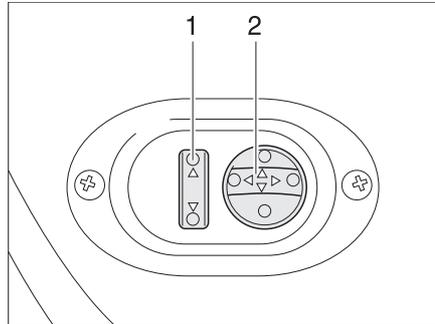

Bild 20 Schalter für elektrisch einstellbare Außenspiegel
- Den Spiegel, der eingestellt werden soll, wählen. Dazu den Kippschalter (Bild 20,1) nach links oder rechts drücken.
- Den Spiegel durch Drücken des Schalters (Bild 20,2) in die entsprechende Richtung einstellen.